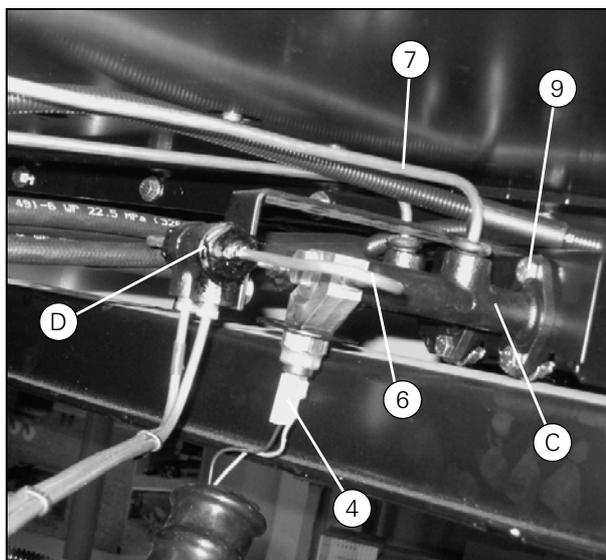

Рисунок 15
ВАЖНОЕ ЗАМЕЧАНИЕ: При демонтаже главного барабана (D) убедитесь, что стопорное кольцо (7) установлено, как показано на рис. (Рис. 15). Если оно установлено неправильно, сброс давления тормозной жидкости невозможен.